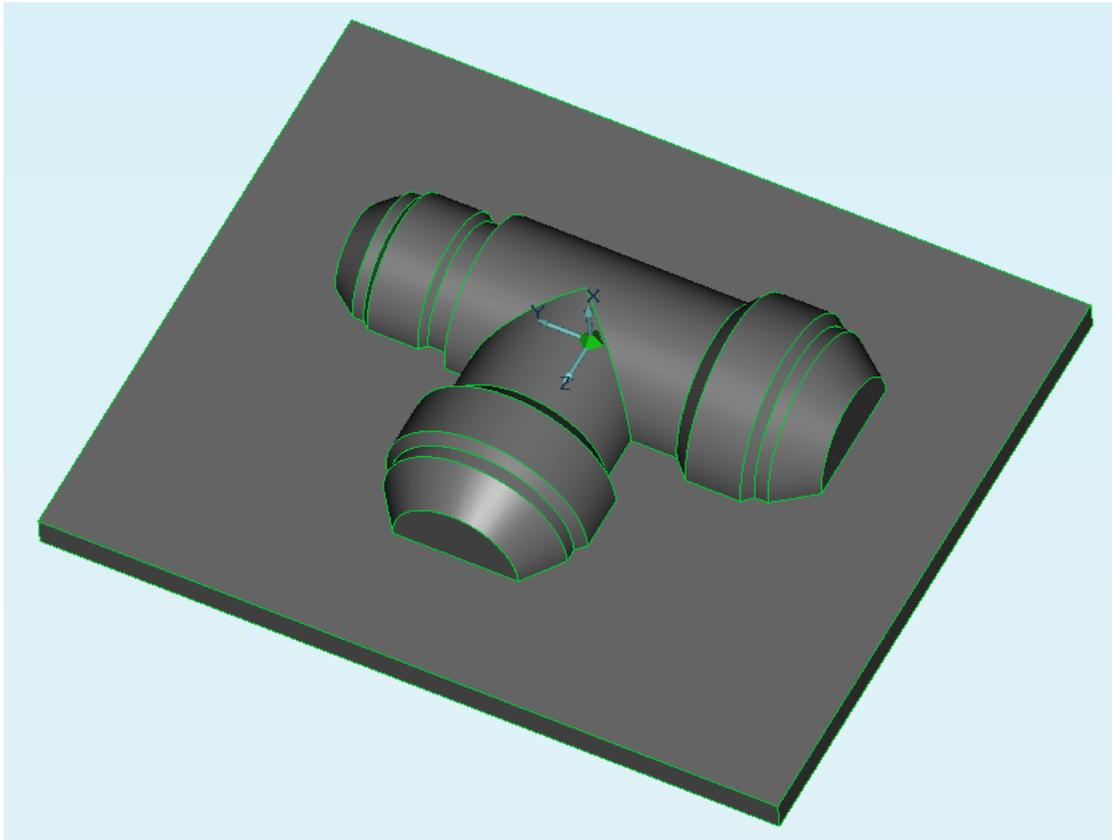

Рисунок 2 - 3Dмодель детали
- в ответ на запрос «полечить модель», нажмите «Да», откроется 3D модель детали (рисунок 2);